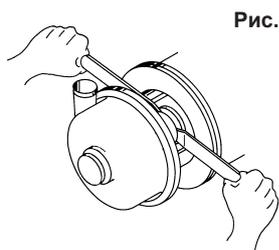

Рис. 14
16. Подать вал (поз. 11) вперед, пока крыльчатка (поз. 4) не коснется пластиковой звездочки (рис. 14).